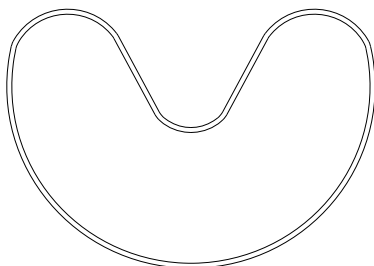

Bild 13: Montage von Nutring und Abstreifer
- Setzen Sie neue Nutringe (Bauteil 1.4) und Abstreifer (Bauteil 1.3) in das Gehäuse (Bauteil 1.1) ein. Hierzu können die Bauteile herzförmig geformt werden (siehe Bild 13).